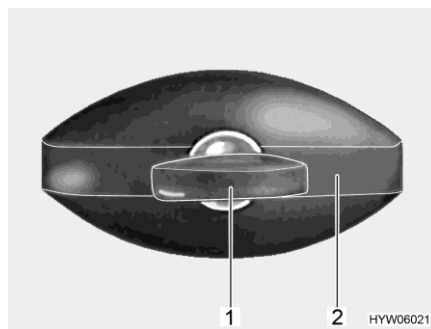

Bild 74 Klappenschloss (ellipsenförmig, verschlossen)
- Schlüssel in Schließzylinder (Bild 74,1) stecken und eine viertel Umdrehung entgegen dem Uhrzeigersinn drehen. Schlossgriff (Bild 74,2) schnappt heraus.